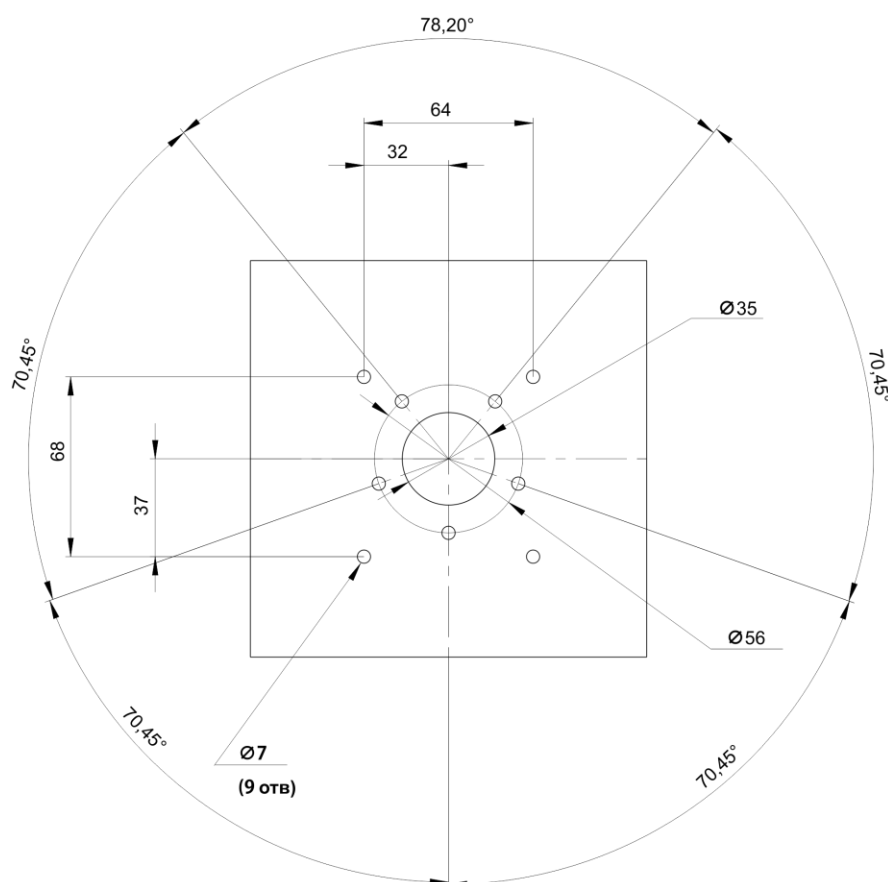

Рис. 2.5 Подготовка топливного бака – крепление с помощью заклепок
1. Просверлите отверстия в баке: центральное отверстие биметаллической коронкой $\varnothing 35$ мм, а крепежные отверстия - сверлом $\varnothing 7$ мм в соответствии с Рис. 2.5.